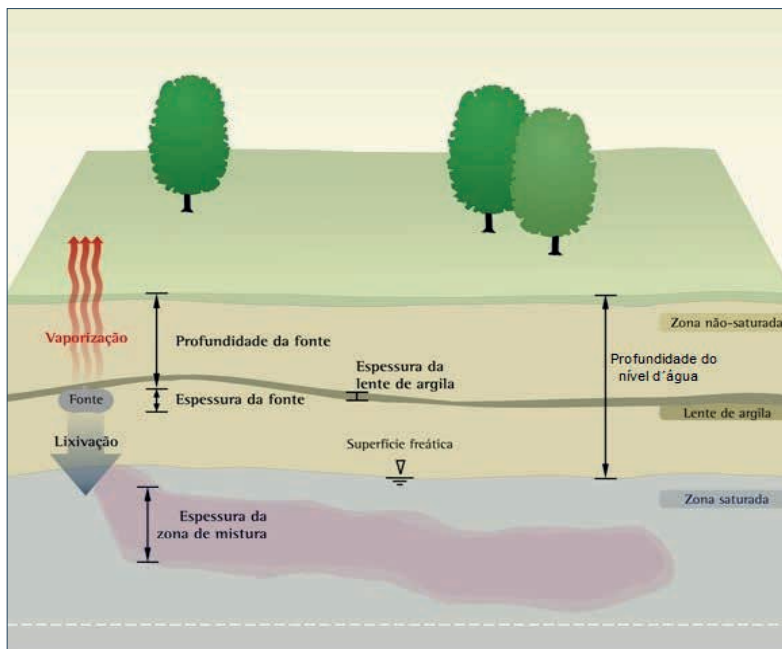

Figura 2.70 Fonte de contaminação na zona não saturada.
Fonte na Zona Não Saturada: a segunda abordagem considera a fonte na zona não saturada do solo. Neste caso, o SCBR simulará os fenômenos de volatilização de vapores (acima da fonte) e de lixiviação do percolado da fonte para o aquífero. Então, a partir da concentração que chega ao aquífero, o SCBR simulará a migração da pluma de contaminantes (Figura 2.70). A volatilização e a lixiviação são os fenômenos responsáveis pelo intemperismo da fonte. Como resultados, o SCBR mostrará gráficos da concentração do contaminante no ar (devido à volatilização) ao longo do tempo, e da concentração do contaminante *versus* profundidade ao longo do tempo, além de informar qual concentração e tempo que o contaminante atinge o lençol freático. O modelo da zona não saturada é analítico e unidimensional e simula o transporte de contaminantes na fase dissolvida em direção ao lençol freático e os contaminantes da fase de vapor em direção ao topo do solo. O modelo não simula o movimento de líquidos de fase não aquosa (NAPLs - *Non-Aqueous Phase Liquid*). A zona vadosa é considerada homogênea e uniforme abaixo da fonte (uma lente pode ser modelada acima da fonte). A condutividade hidráulica é calculada como função do teor de
- Profundidade do Nível d'água: altura total (em metros) da zona não saturada (Figura 2.70), isto é, a distância entre a superfície do solo e a zona saturada (aquífero);
- Profundidade da Fonte: distância (em metros) entre a parte superior da fonte e a superfície do terreno. Este valor *não pode ser superior à diferença entre a profundidade do nível d'água e a espessura da fonte* (Figura 2.70);
- Espessura da Fonte: espessura da fonte em metros. Este valor *não pode ser inferior a zero ou superior à diferença entre a profundidade do nível d'água e a zona de mistura* (Figura 2.70);
Aba Ar: na opção *Ar* configuram-se os parâmetros referentes ao fenômeno de volatilização (Figura 2.75). Quando a opção “*Usar lentes na simulação do ar?*” estiver selecionada, o SCBR considerará que existe (acima da fonte de contaminação) um extrato (lente) de solo diferente do solo da zona não saturada (Figura 2.70). Será então necessário informar as características hidrogeológicas (*porosidade total, condutividade hidráulica,*